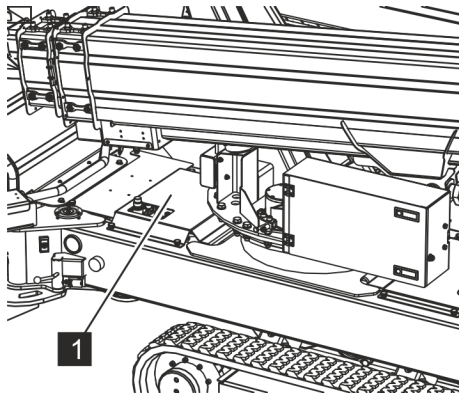

Abb. 165: Abdeckhaube
1. Die Abdeckhaube (Abb. 165/1) abschrauben.